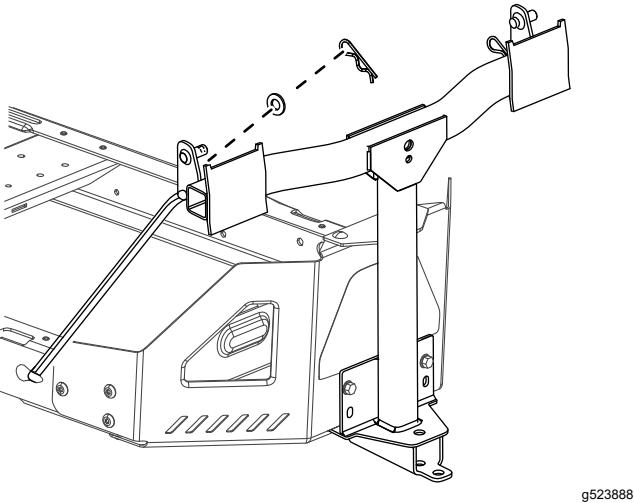

**Figura 9**
3. Assicurate il telaio del perno alla parte inferiore del telaio della macchina utilizzando 2 viti autofilettanti (5/16" x 3/4"), come illustrato nella Figura 9.